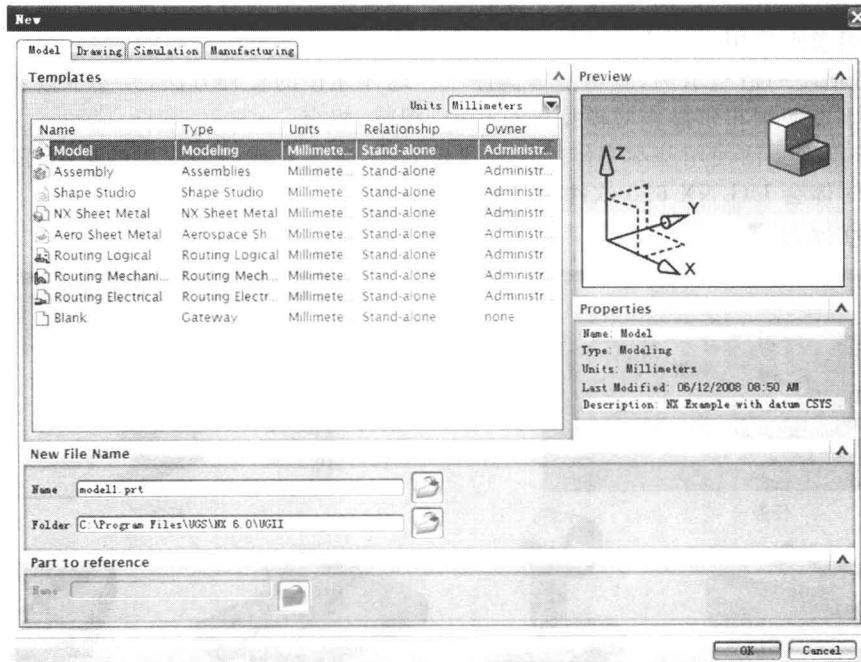

图 1-2 New(新建)对话框
(2) 单击“New”图标，在弹出的 New(新建)对话框中输入文件名称(只能使用英文字母或数字,长度不超过 26 个字符)、选择类型(模块)、设置单位,单击“OK”按钮,如图 1-2 所示。